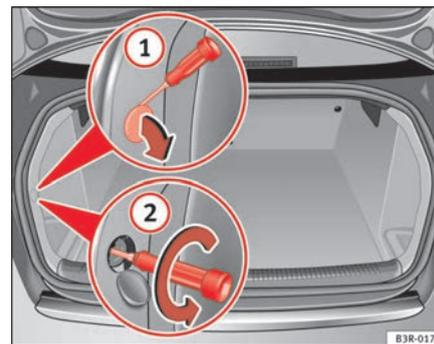
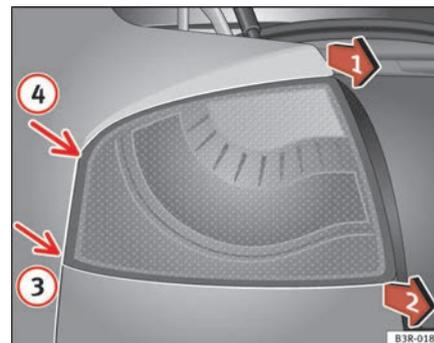

Fig. 208 Bagageira: Posição do parafuso de fixação da unidade de luz traseira
Fig. 209 Desmontar a unidade de luz traseira na lateral
- Retire a cobertura fazendo alavanca com uma chave de parafusos na saliência ⇒ página 275, fig. 208 ①.
- Desapertar o parafuso que existe por trás com uma chave de parafusos (seta) ②.
- Puxe a unidade de luz traseira para um lado e para o outro (na direcção das setas) ⇒ página 275, fig. 209 posições ① e ② até que saia do seu alojamento (posições ③ e ④).